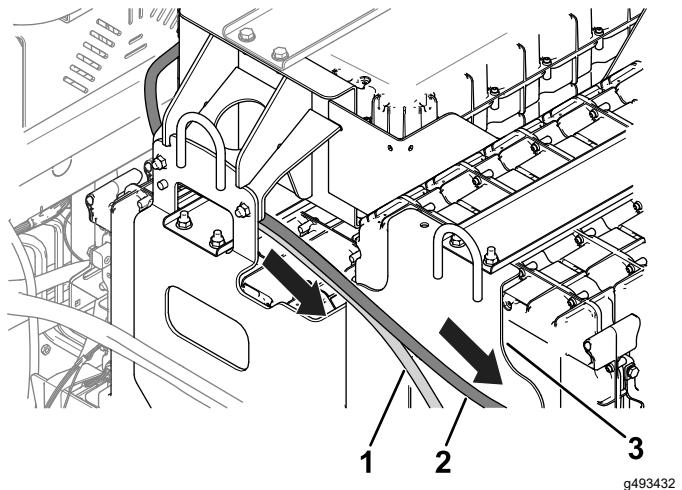

**Figura 4**
- Utilice 2 pernos de cabeza hexagonal ( $\frac{1}{4}$ ") para conectar los cables rojo y negro de las baterías a las barras de bus que instaló en el paso anterior (Figura 4).
- Compruebe que las barras de bus estén correctamente asentadas y apriete los pernos de cabeza hexagonal (Figura 3 y Figura 4) a 11 N·m.
- Enrute los cables de baterías hacia la bandeja trasera de las baterías, como se muestra en la Figura 4 y en la Figura 5.